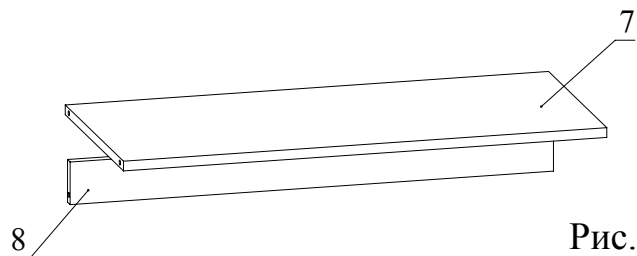

Рис.4
3. Установить деталь 8 на деталь 7 и зафиксировать, повернув конфирматным ключом головки минификсов по часовой стрелке до упора (Рис. 4).